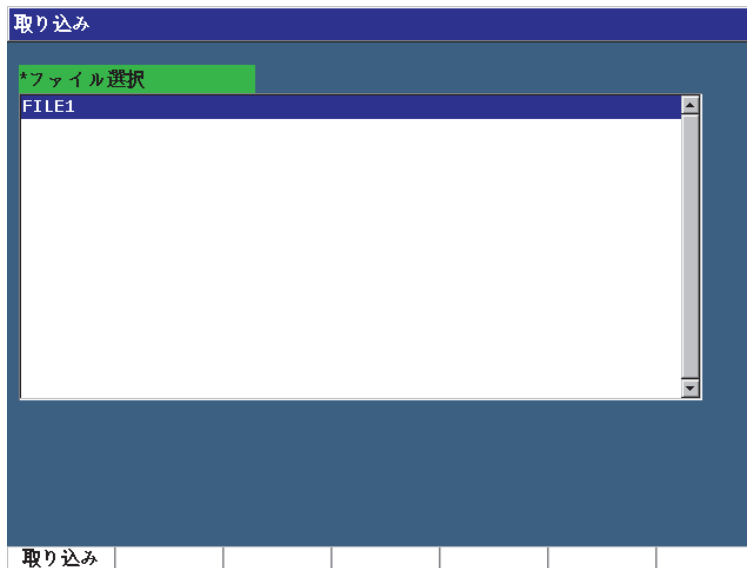

図 10-21 取り込み（メモ）ページ
1. **インポート メモ** (P7 キー) を押し、**取り込み**ページを表示します (228 ページの図 10-21 参照)。